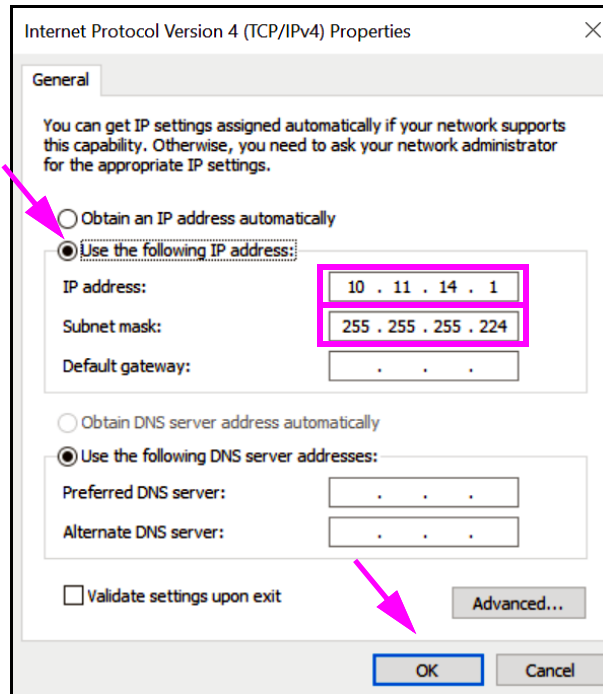

Figure 2-49. Écran Internet Protocol Version 4 (TCP/IPv4) Properties (Propriétés du protocole Internet version 4 (TCP/IPv4))
- Sélectionnez **Use the following IP address (Utiliser l'adresse IP suivante)**. Voir la Figure 2-49.